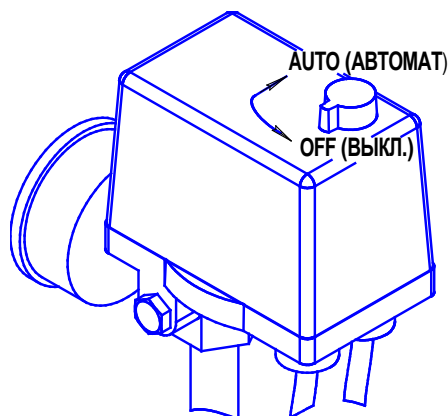

Рисунок 3
- 1 Проверьте, чтобы выключатель на прессостате находился в выключенном положении "OFF" (см. рисунок 3).